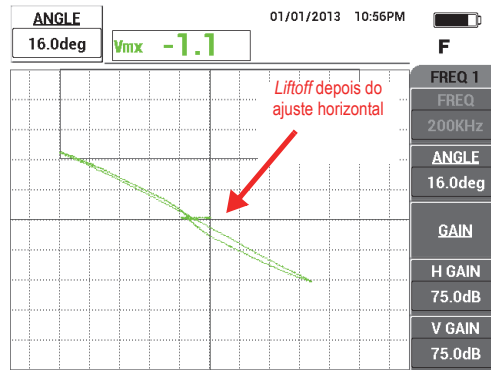

Figura 5-57 Ajustar o sinal o mais próximo possível da horizontal
6. Pressione a tecla ANGLE (  ) e, em seguida, ajuste o ângulo do sinal com o botão até que o sinal de *liftoff* (movimento da sonda) fique o mais horizontal possível (veja Figura 5-57 na página 172).